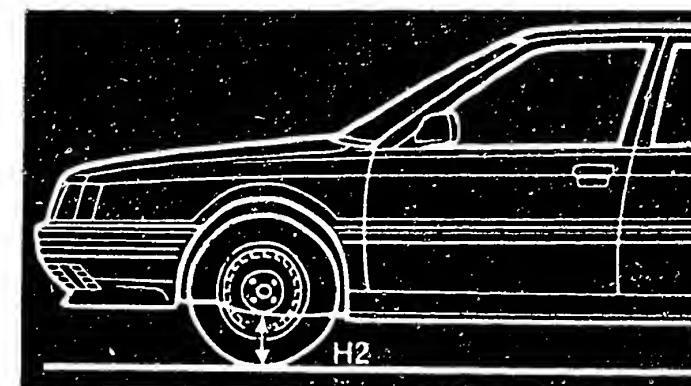

Bild 39 Entsprechend der Fahrzeughöhe (H5 - H2) ergeben sich folgende Nachlaufwerte (Position H5 siehe Bild 41):
a) **Vorderräder:** Nachlauf, Radsturz und Spreizung können nicht eingestellt werden. Vor der Kontrolle des Nachlaufs ist die Fahrzeughöhe (Bild 39) festzustellen,
Nachlauf	je nach Fahrzeughöhe (Bild 39)